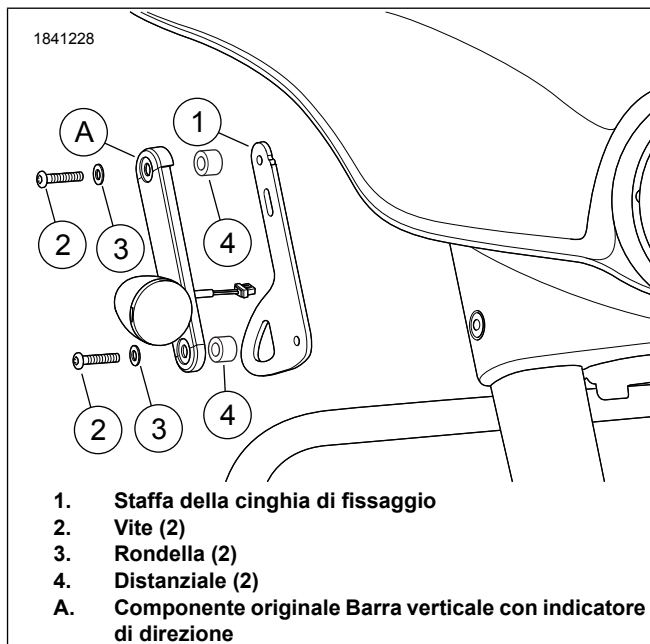

Figura 2. Rimozione/Installazione della staffa di fissaggio (lato destro mostrato)
1. Vedere la figura 2. Instradare il cavo dell'indicatore di direzione Componente originale attraverso la fessura sulla nuova staffa di fissaggio (1).
3. Vedere la figura 2. Installare la staffa di fissaggio (1), il montante Componente originale (A) con l'indicatore di direzione, i distanziali (4), le viti (2) e le rondelle (3).